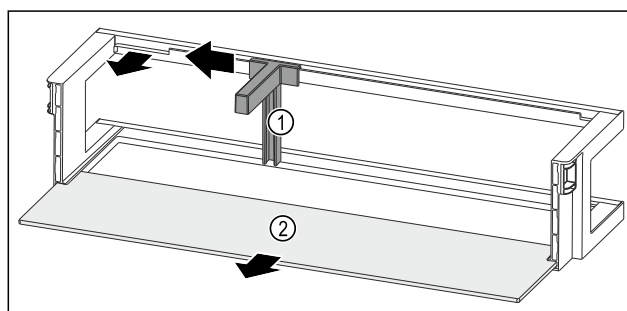

Fig. 96 Dörrfack med flaskhållare och hylla
- Skjut flaskhållaren Fig. 96 (1) åt sidan ända till ursparingen.
- Ta ut flaskhållaren Fig. 96 (1).
- Ta ut dörrfacket Fig. 96 (2).